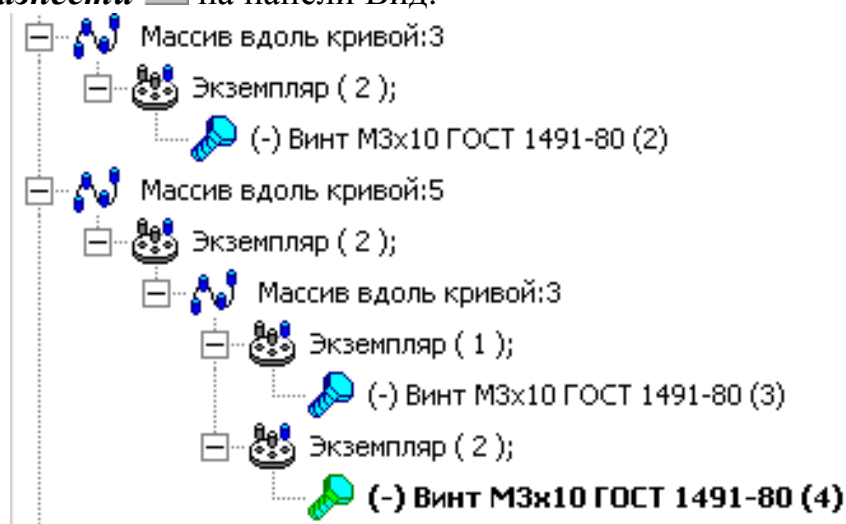

Рис. 101
- 7) Добавьте новый **Шаг разнесения** и в компонентах укажите винты (для указания винтов, созданных командой *Массив вдоль кривой*, раскройте в дереве построения данную операцию или укажите их в окне сборки, рис. 101). Активизируйте переключатель **Объект**  и укажите курсором ребро, определяющее направление разнесения. Направление прямое . Введите значение расстояния перемещения равное «120». Нажмите кнопку **Применить** .